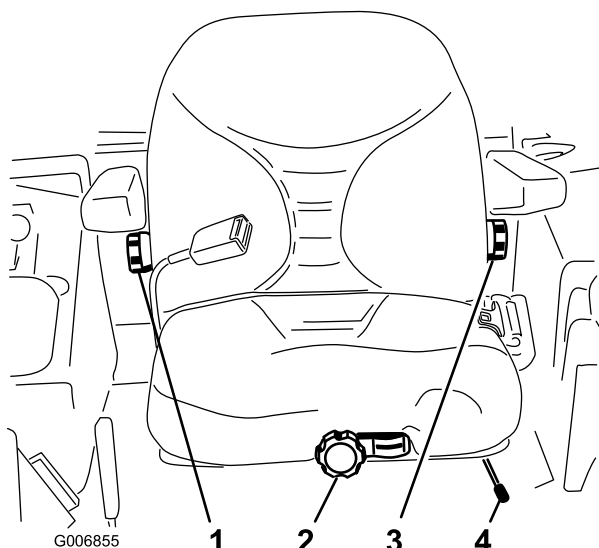

Figura 17
1. Mueva la palanca lateralmente para desbloquear el asiento (Figura 17).
Para ajustarlo, gire el pomo situado debajo del reposabrazos derecho en cualquier sentido hasta encontrar la posición más cómoda (Figura 17).
Para ajustarlo, gire el pomo situado debajo del reposabrazos izquierdo en cualquier sentido hasta encontrar la posición más cómoda (Figura 17).